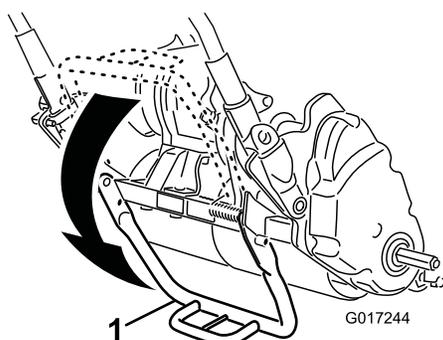

Figura 15
1. Empurre o apoio para baixo com o pé e puxe o manípulo para cima até que o apoio tenha rodado para a frente, em direcção ao centro (Figura 15).